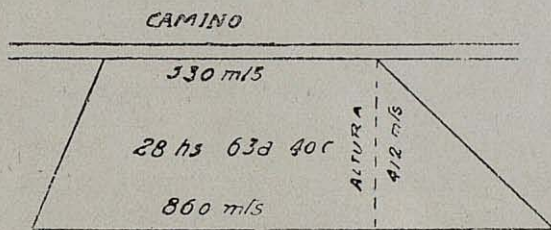

Fig. 7
4.º — Que dos lados sean paralelos y los otros dos con inclinación cualquiera (véase fig. 7). También en este caso la figura toma el nombre de trapecio, pero este no es recto y no conocemos por lo tanto su altura o sea la distancia entre los dos lados paralelos. Para medir esta debemos trazar una perpendicular desde una de las bases. lo que haremos en la forma explicada anteriormente ya sea usando la escuadra, ya sea mediante la cinta de medir.